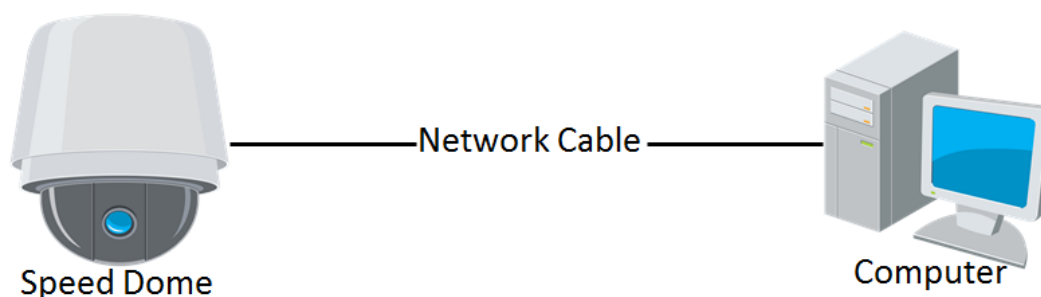

Figure 2-2 Connexion directe
- Reportez-vous à la figure 2.2 pour configurer dôme motorisé sur le réseau local via un commutateur ou un routeur.